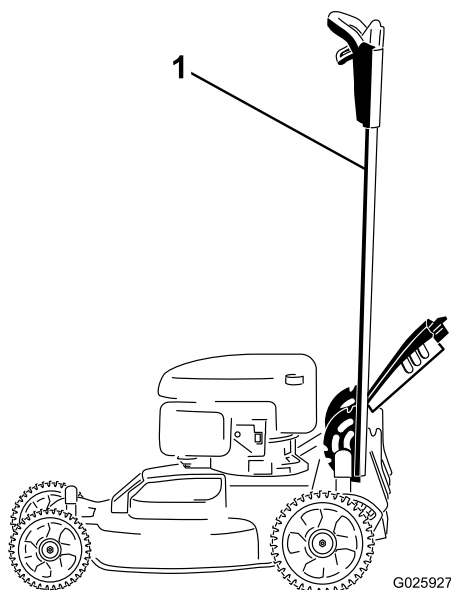

Figure 37
1. Bloquez le guidon en position verticale (Figure 37) ; voir Réglage de la hauteur du guidon (page 12).